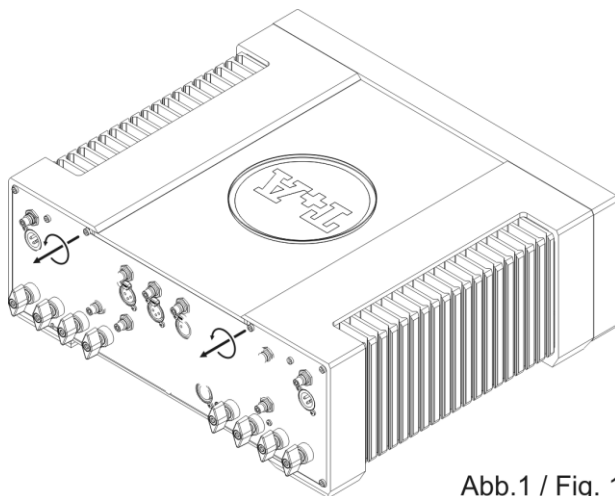
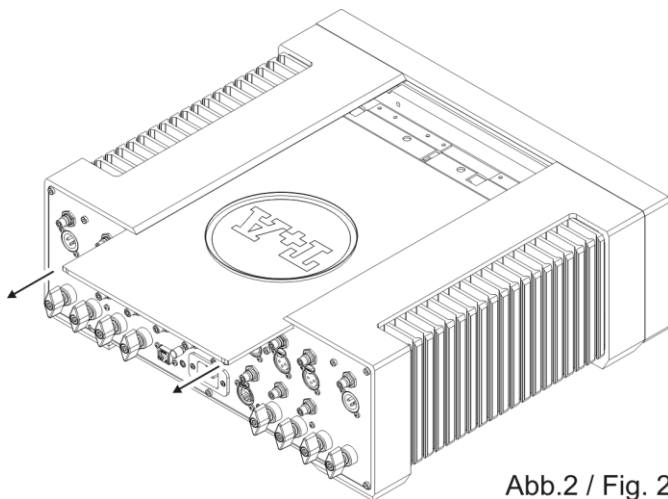

Abb.1 / Fig. 1
Abb.2 / Fig. 2
- 4) Entfernen Sie den Gehäusedeckel durch Herausschrauben der zwei Inbus-Schrauben auf der Rückseite (Abb. 1) und ziehen den Deckel dann (Abb. 2) vorsichtig heraus.